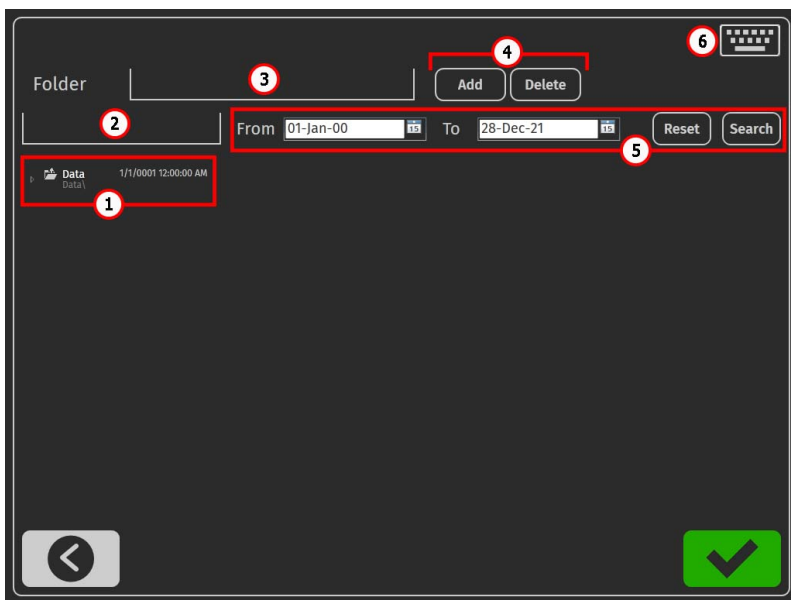

Рисунок 29. Меню настройки стенда
6. По завершении всех этапов записи диаграммы привод стенда остановится. Записанную диаграмму необходимо сохранить, для этого (см. рис. 29):